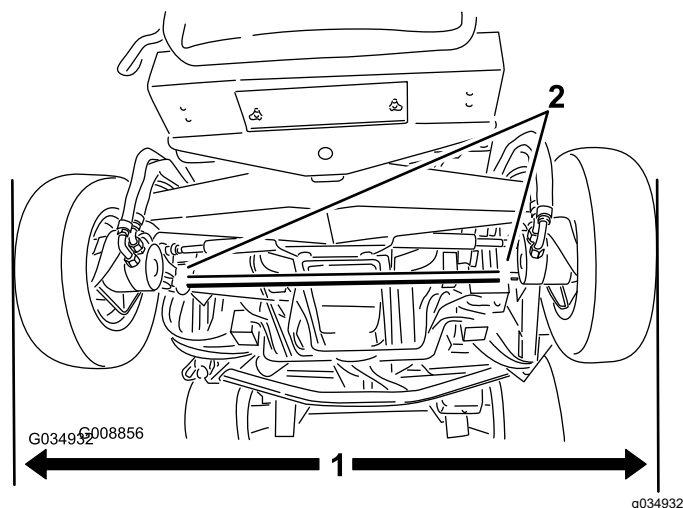

Figura 115
1. Con las ruedas traseras enderezadas, mida la distancia exterior (a la altura del eje) en la parte delantera y trasera de las ruedas traseras (Figura 115).
2. Para ajustar la convergencia, afloje las abrazaderas en ambos extremos de las bielas (Figura 115).